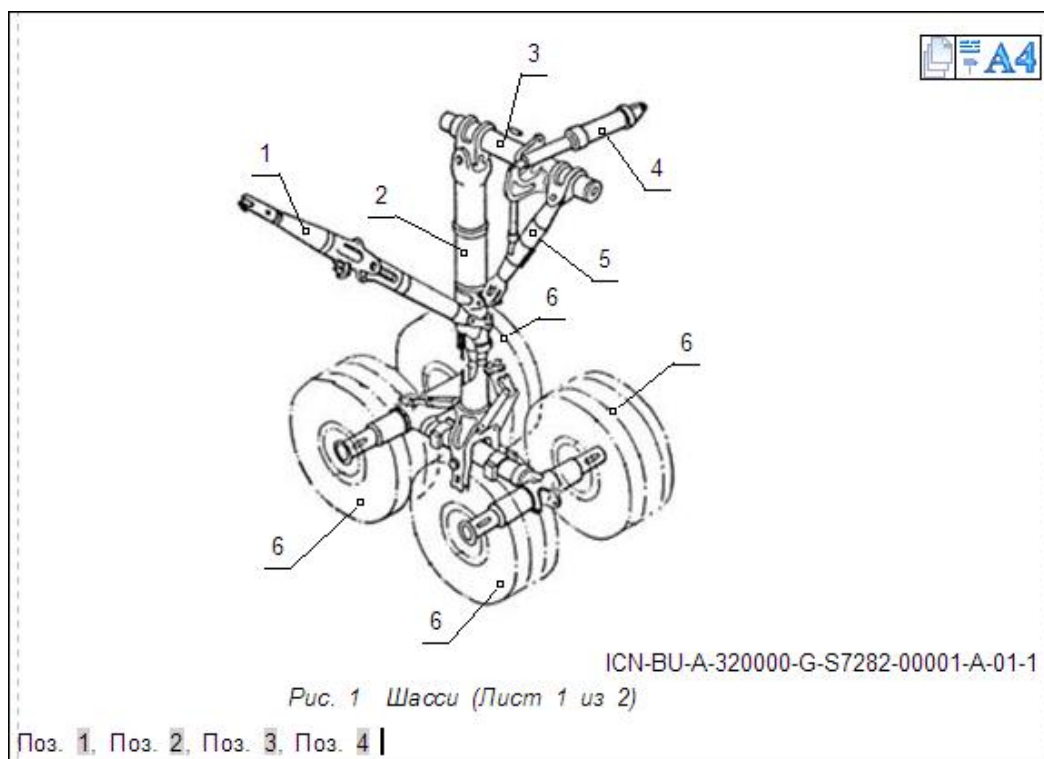
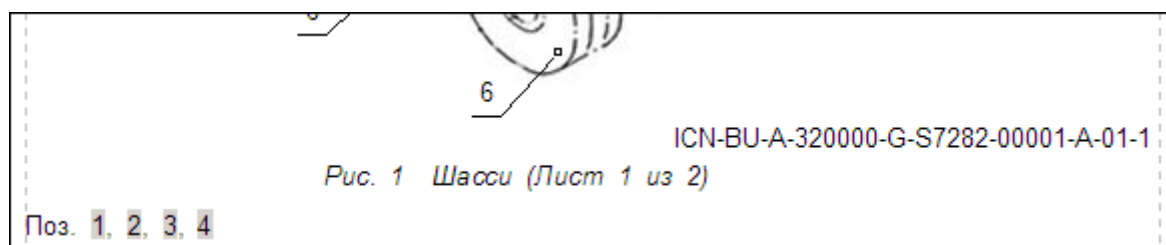

Рис. 5.218
Рис. 5.219
6. Параметр **Комбинировать ссылки** позволяет изменить вид групповой ссылки. При снятом флаге **Комбинировать ссылки** групповая ссылка в документе будет выглядеть, как показано на рис. 5.218, при установленном – примет вид, показанный на рис. 5.219.
При комбинировании ссылок неподчеркнутая часть шаблона ссылки (в нашем случае – «Поз.») становится общей для всех ссылок (Рис. 5.219).
8. Нажмите на кнопку **Установить ссылку**. После этого произойдет возврат в окно редактора описательного МД, и в документ будут вставлены ссылки на выбранные объекты (Рис. 5.218, Рис. 5.219).